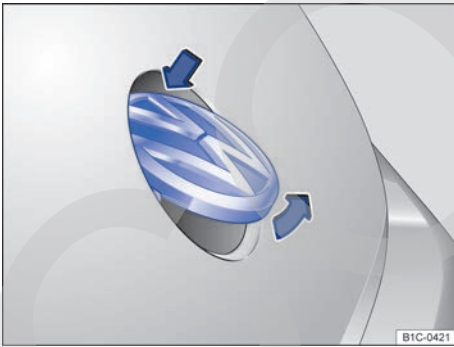

Fig. 28 Apertura del portón del maletero desde el exterior.
- Presione con el dedo pulgar sobre la parte superior del emblema de Volkswagen → fig. 28 de modo que sobresalga la parte inferior. Agarre el emblema por debajo y levante el portón.